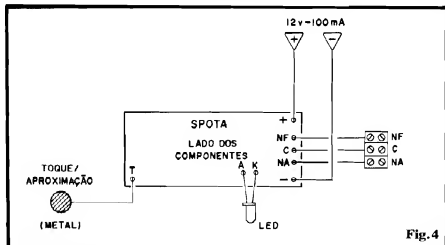

Fig. 4
- FIG. 4 - CONEXÕES EXTERNAS À PLACA - Ainda vista pelo lado **não cobreado** (só que agora, sem o detalhamento das peças sobre a placa, uma vez que o assunto é outro...) a placa traz, na figura, as conexões externas, detalhadas... Atenção aos seguintes